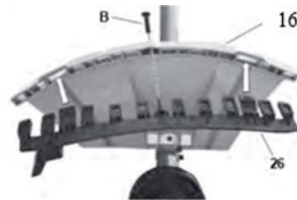

Fig.3-3
1. Quando utilizar a cabeça de nylon, deve ser sempre instalada uma proteção adicional com a lâmina de corte. (Fig. 3-3, Fig. 3-4)